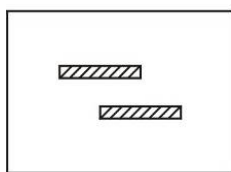
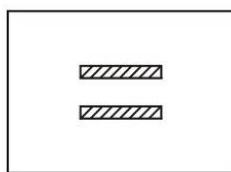
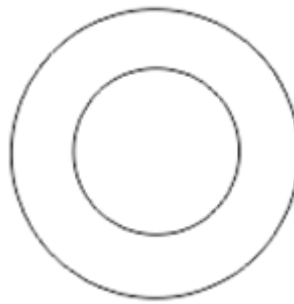

Abb.52
Abb.53
Abb.54
⑫ um das rechte Auge auf 6ΔU einzustellen, damit die Buchstabenreihen vollständig getrennt sind.
Wenn der Patient eine horizontale Phorie hat, wird dies als Abb. 52 dargestellt. Drehprisma drehen ⑫ zum anderen Auge, mit 0-Skala nach oben. (siehe Abb. 54) Prismendrehknopf drehen ⑪ so dass kein Unterschied zwischen dem linken und rechten Auge besteht und die Skala des rotierenden Prismas zu diesem Zeitpunkt die Prismenstärke anzeigt (siehe Abb. 53).